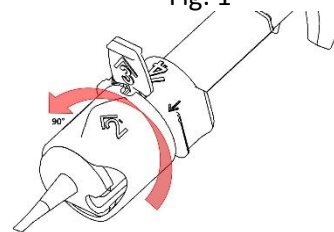

Fig. 2a
4. Drehen Sie den transparenten Drehring gegen den Uhrzeigersinn um 90° wie beschrieben (siehe flacher Pfeil "2" in Abb. 2a) bis er hörbar einrastet.